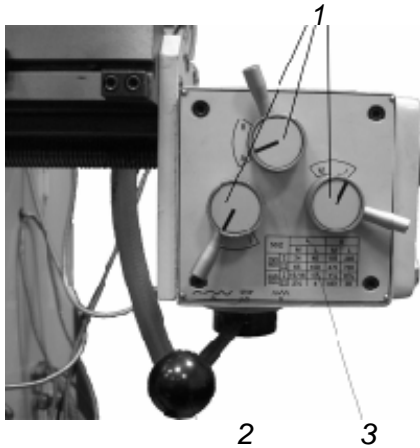

Рис. 10
Поворотом трех рукояток (1) устанавливают требуемое значение автоматической подачи продольного перемещения фрезерного стола, Рис.10.